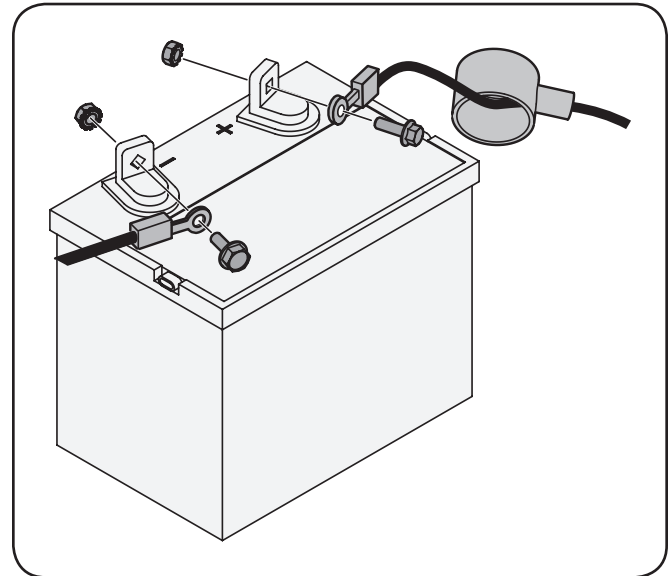

Figure 3-5
1. Retire la cubierta de plástico, si está presente, desde la terminal de la batería positivo y adjuntar el cable rojo a la terminal de la batería positivo (+) con el tornillo y la tuerca hexagonal. Ver Fig. 3-5.
2. Retire la cubierta de plástico, si está presente, a partir de la negativa terminal de la batería y conectar el cable negro a la terminal de la batería negativo (-) con el tornillo y la tuerca hexagonal. Ver Fig. 3-5.